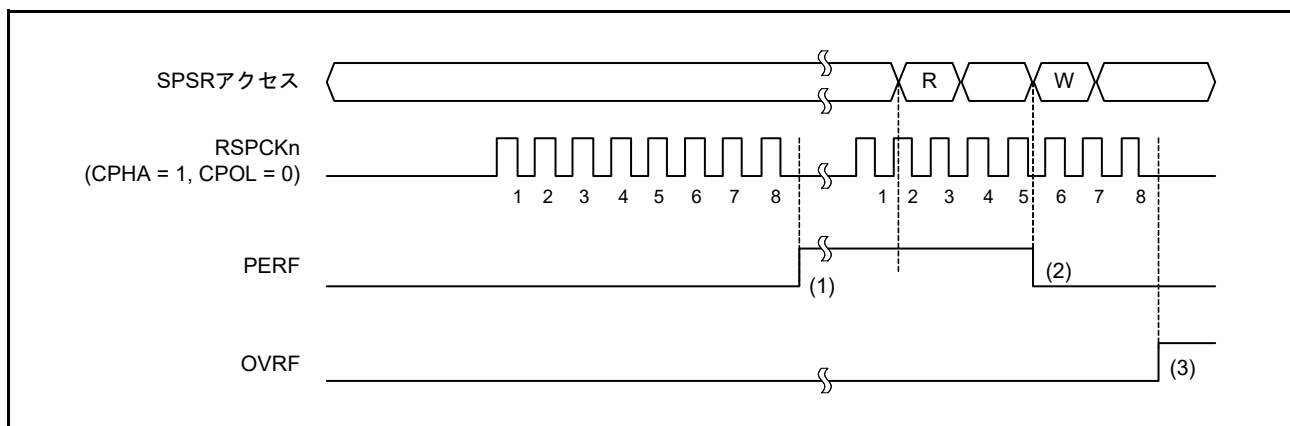

図 32.35 OVRF フラグおよび PERF フラグの動作例
図 32.35 に、OVRF フラグと PERF フラグの動作例を示します。図 32.35 に記載した SPSR アクセスでは、W は書き込みサイクル、R は読み出しサイクルを示しています。図 32.35 の例では、SPCR.TXMD ビットが 0、SPCR2.SPPE ビットが 1 の状態で全二重同期式シリアル通信を行います。SPCMDm.CPHA ビットが 1、SPCMDm.CPOL ビットが 0 の設定で、SPI が 8 ビットのシリアル転送を実行しています。RSPCKn 波形の下に記載した数字は、転送ビット数などの RSPCK サイクル数を示しています。
以下に、図 32.35 の (1) ~ (3) に示したタイミングでのフラグの動作内容を説明します。
- (1) SPI がオーバーランエラーを検出せず、シリアル転送が終了すると、SPI はシフトレジスタのデータを受信バッファにコピーします。このとき、SPI が受信データをチェックし、パリティエラーを検出すると PERF フラグを 1 にします。SPI0 のマスターモードの場合、SPI は SPCMDm ポインタの値を SPSR.SPECM[2:0] ビットにコピーします。
- (2) PERF フラグが 1 の状態で SPSR レジスタを読んだ後、PERF フラグに 0 を書くと、PERF フラグは 0 になります。
- (3) SPI がオーバーランエラーを検出し、シリアル転送が終了すると、シフトレジスタのデータを受信バッファにコピーしません。このとき、SPI はパリティエラーを検出しません。